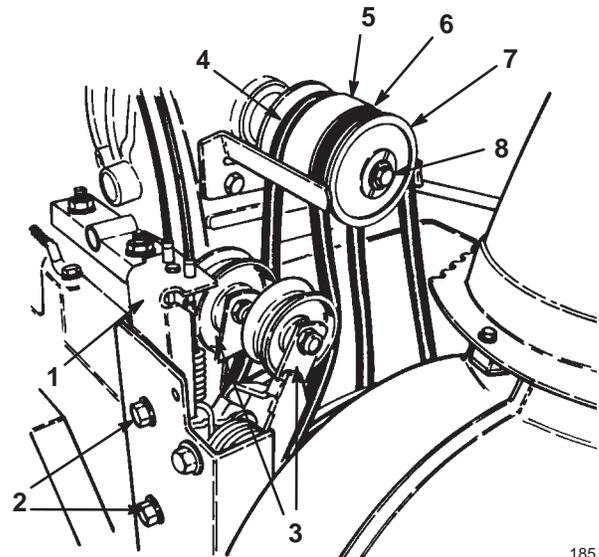

Bild 31
Tauschen Sie den Antriebsriemen von Schnecke/Gebläserad oder den Fahrtriebsriemen aus, wenn er (Bild 31) abgenutzt, ölgetränkt oder auf eine andere Art beschädigt ist.
- Nehmen Sie die beiden Bundbolzen ab, mit denen die Spannscheibengruppe am Motorrahmen befestigt ist, und nehmen Sie die Spannscheibengruppe ab (Bild 31).
- Nehmen Sie die Schraube und die Sicherungsmutter ab, mit denen die Halbantriebsscheibe an der Vorderseite der Spannscheibengruppe befestigt ist (Bild 31).
- Schieben Sie die Halbantriebsscheibe und den Antriebsriemen für Schnecke/Gebläserad von der Kurbelwelle und nehmen Sie den Antriebsriemen ab (Bild 31).
8. Wenn der Fahrtriebsriemen erneuert werden muss, schieben Sie den mittleren Scheibenabschnitt und den Riemen von der Kurbelwelle und nehmen den Riemen von der Scheibe ab (Bild 31).
10. Wenn der Fahrtriebsriemen ausgetauscht wird, legen Sie ihn um den Fahrtrieb und den mittleren Scheibenabschnitt und schieben Sie den mittleren Scheibenabschnitt auf die Kurbelwelle (Bild 31).
11. Installieren Sie den Fahrtriebsriemen an der Spanscheibe (Bild 31).
12. Installieren Sie den Antriebsriemen für Schnecke/Gebläserad an der Halbscheibe und schieben Sie die Halbscheibe auf die Kurbelwelle (Bild 31).
14. Bringen Sie die Scheibengruppe am Motorrahmen an und befestigen Sie sie mit den beiden Bundbolzen (Bild 31).